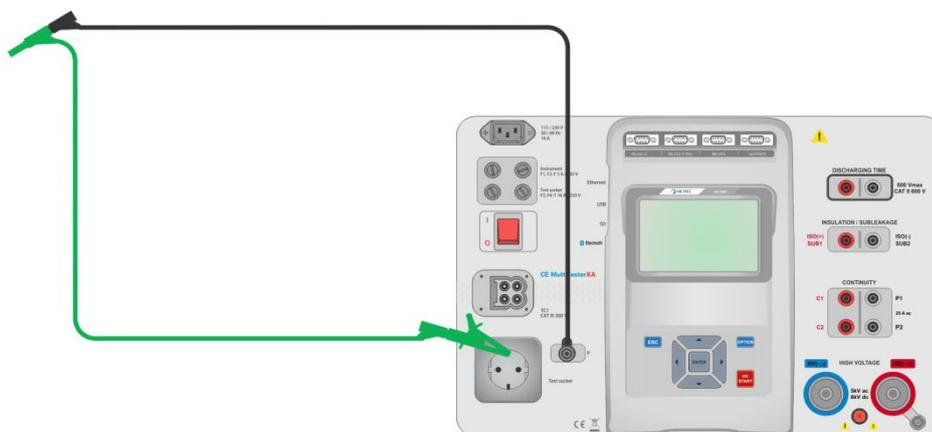

Figura 6.20: Puntali di test cortocircuitati
- Collegare i puntali allo strumento e cortocircuitare i puntali insieme, vedere *Figura 6.20*.